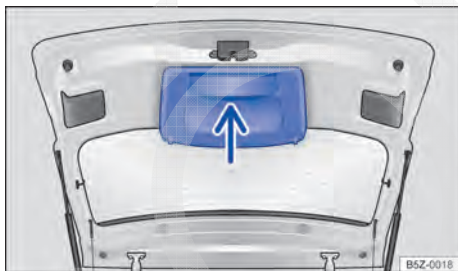

Fig. 29 Tampa traseira aberta: rebaixo para puxar.
- Segurar no rebaixo do revestimento interno da tampa traseira → Fig. 29 (seta).